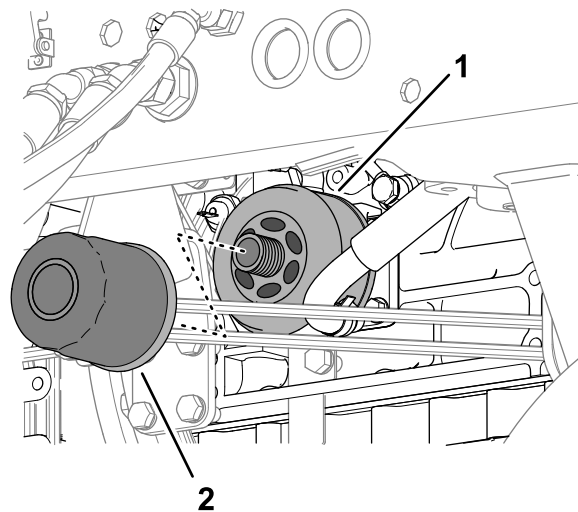

Figura 126
1. Gire el filtro de aceite en sentido antihorario para retirarlo (Figura 126).